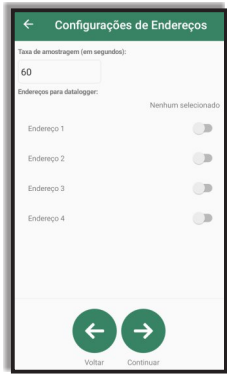

Figura 06
Passo 1: Selecione o conversor que deseja configurar na tela de **Busca de Conversores** (Figura 05) e a tela de **Configurações Básicas** (Figura 06) é exibida.